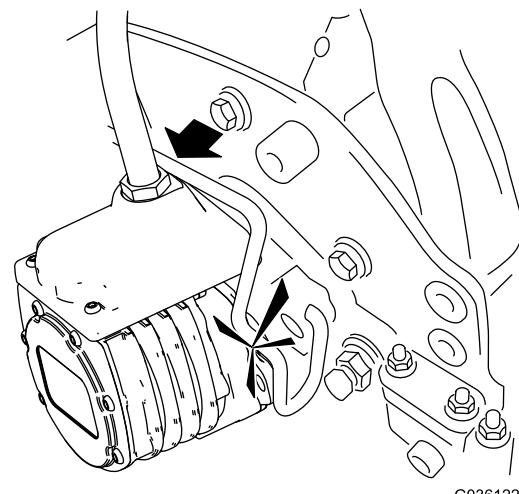

Figura 53
6. Spalmate del grasso pulito sull'albero scanalato del motore dell'apparato di taglio (Figura 53).
7. Inserite il motore nel lato sinistro dell'apparato di taglio (come mostrato dalla posizione dell'operatore) e tirate la barra di fissaggio del motore sull'apparato di taglio verso il motore stesso fino a udire chiaramente uno scatto da ambo i lati del motore (Figura 53).